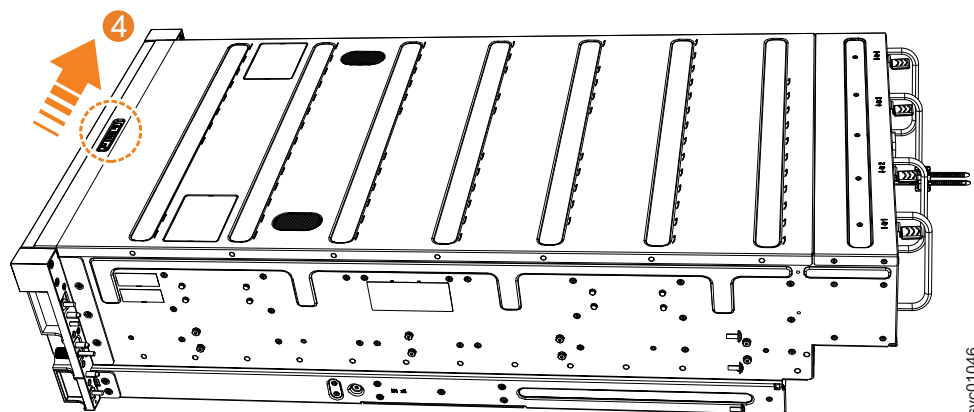

図 62. 上部カバーのロック
5. 図 62 に示すように、解放レバー **4** をスライドさせて、カバーを所定の位置にロックします。